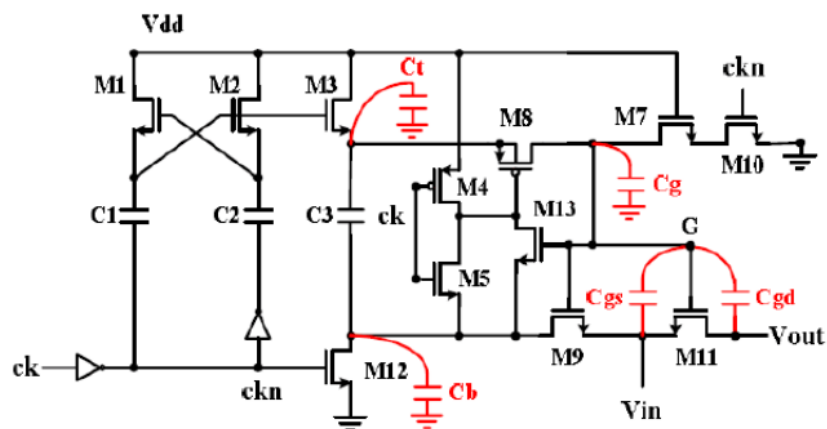
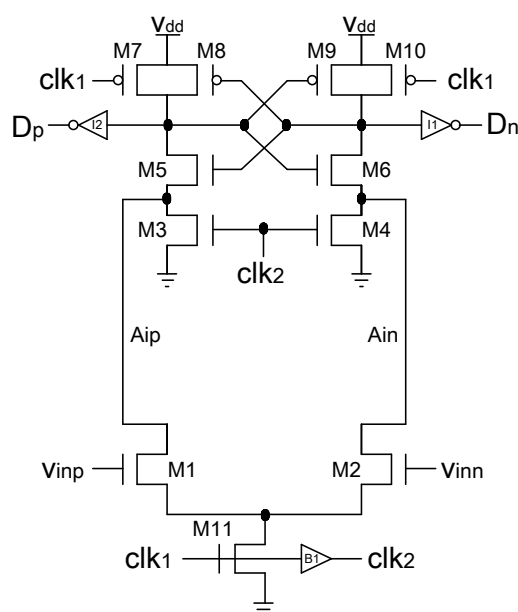

图 3 栅压自举采样开关结构
图 4 比较器结构
2、请根据图 1 中的要求，分配采样时间、图 2 中一个 cycle 内比较器的延迟时间和逐次逼近逻辑（SAR logic）的延迟时间（10 分）。栅压自举开关结构如图 3 所示，其中红色部分为寄生电容，设计时需要考虑寄生电容的影响。比较器结构如图 4 所示，其中 clk2 为 clk1 的延迟信号。请根据图 3 和图 4 中采样开关和比较器的结构（10 分），搭建采样开关和比较器原理图，并完成电路设计（20 分），通过仿真确认采样开关和比较器的性能。通过所确定的单位电容大小，设计开关电容阵列原理图（10 分）。上述设计请采用模拟电路设计软件完成。